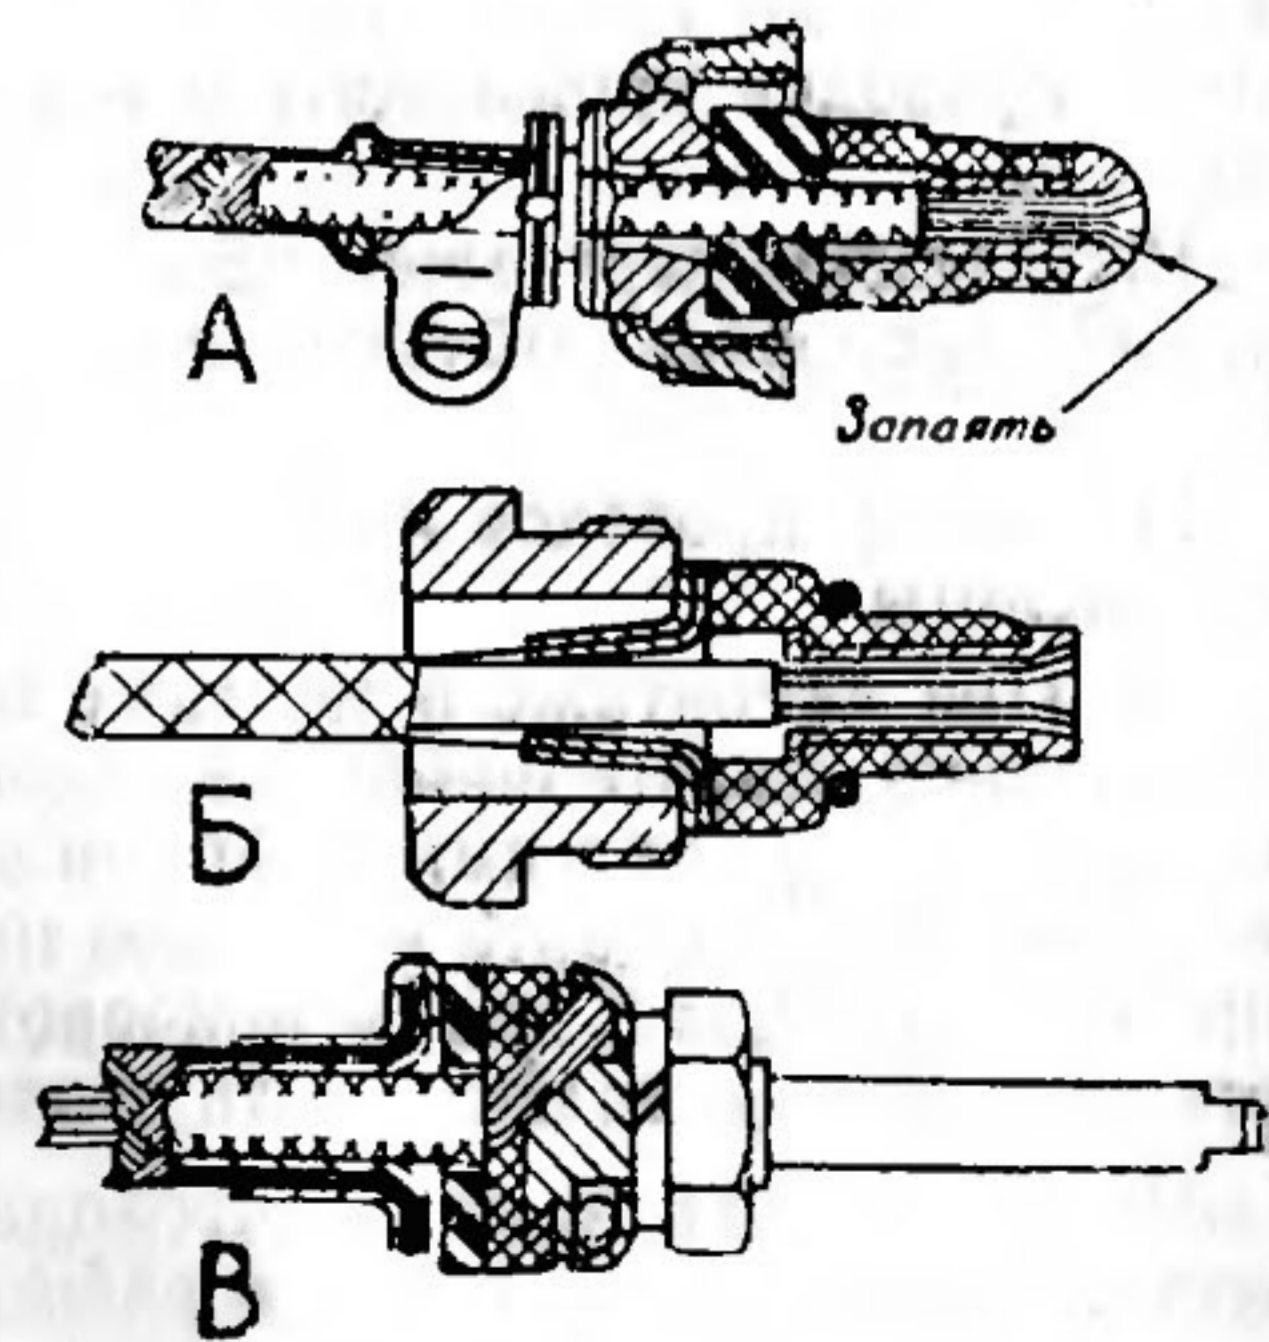

Рис. 60. Заделка проводов:
4. Заделка металлической оплетки в наконечники проводов распределителя зажигания и фильтра радиопомех требует особого внимания (рис. 60).
8. Заделку проводов низкого напряжения к катушке зажигания производите согласно рис. 60А и 60Б.